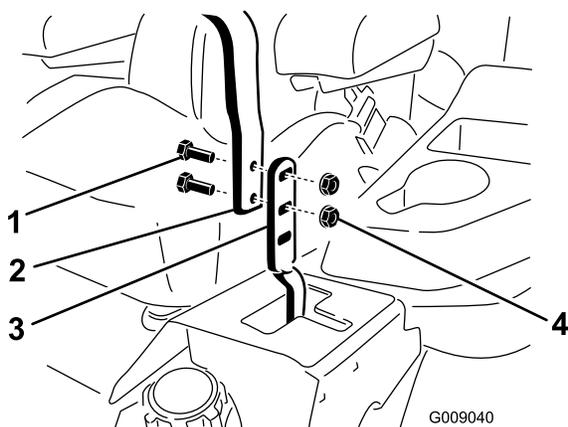

Figura 79
3. Desaperte os parafusos e as porcas flangeadas instalados nas alavancas (Figura 79).